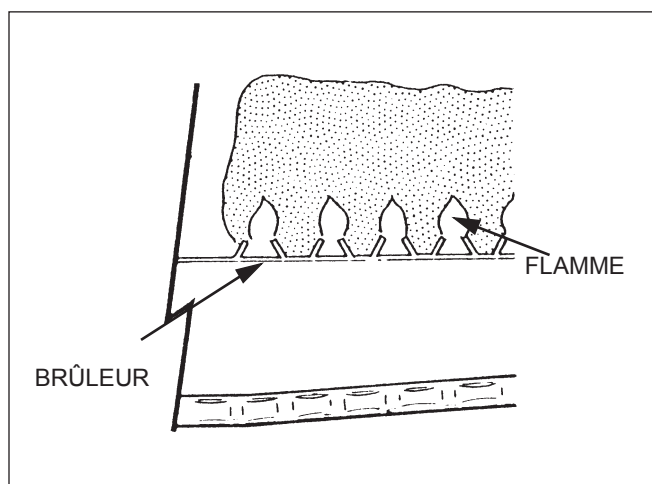

Figure 26. Flamme du brûleur principal
- b. 25 mm à 102 mm (1 à 4 po) au-dessus de la surface du brûleur (Voir Figure 26).